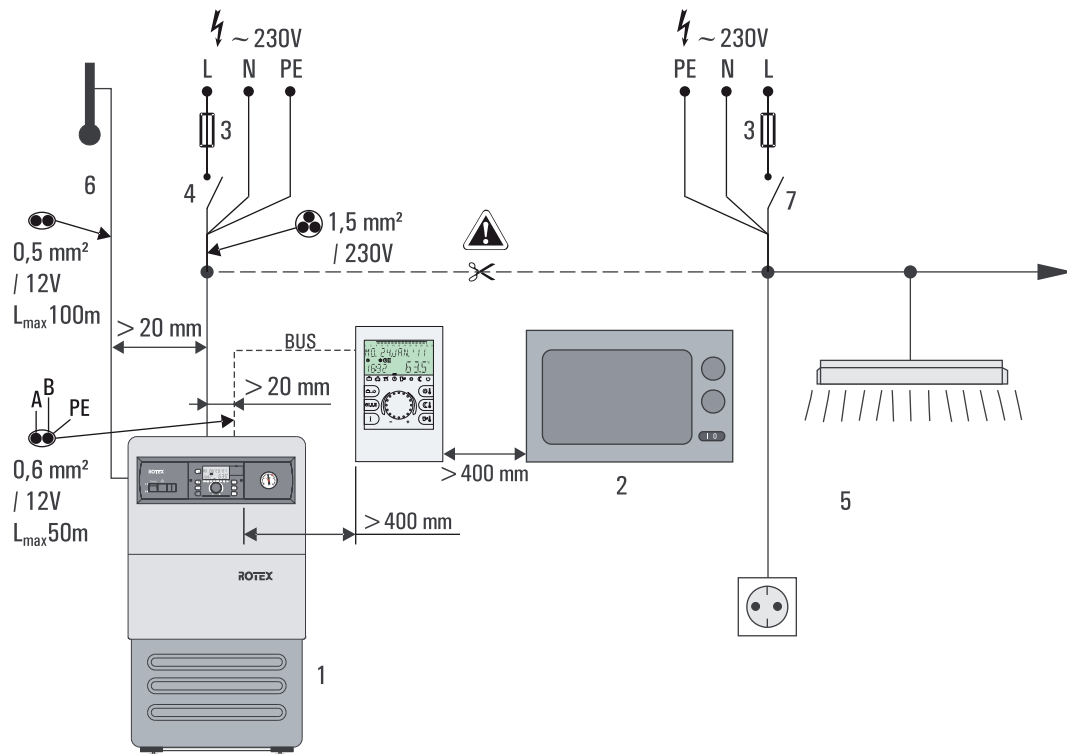

Bild 3-1 Netztrennung des Heizgeräts von anderen elektrischen Verbrauchern
- Die Netzanschlüsse der einzelnen Heizungsgeräte müssen als eigenständige Stromkreise ausgeführt werden. Es dürfen weder Leuchtstofflampen noch andere als Störquelle infrage kommende Maschinen angeschlossen werden (Bild 3-1).